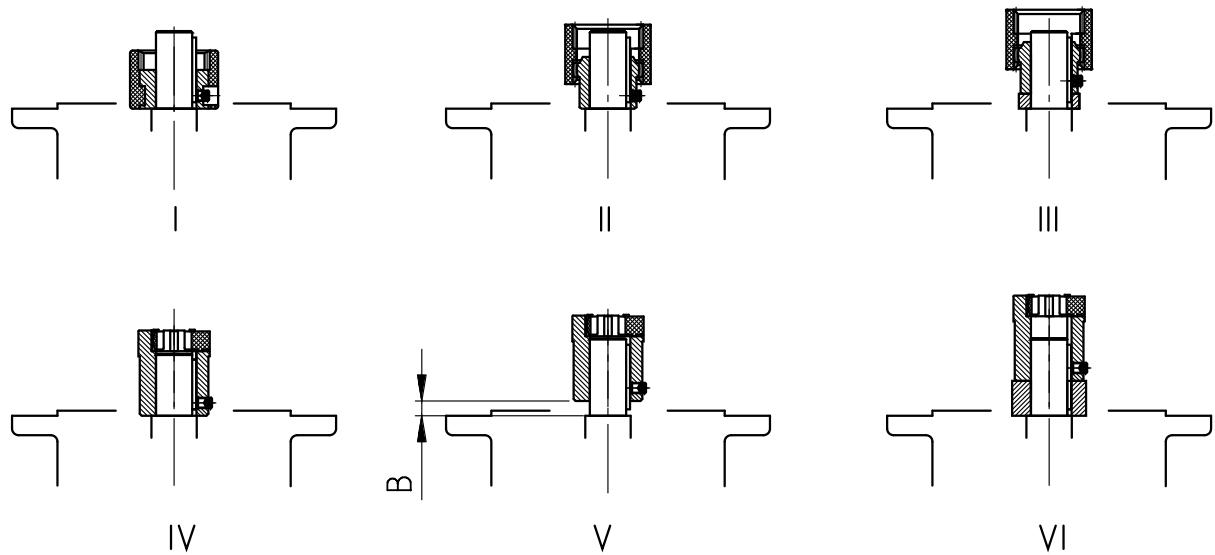

図 15: さまざまなカップリング構造におけるカップリングのモータシャフトへの取り付け
3. カップリングハーフをモータシャフト上に取り付け、モータの平行キーがカップリングハーフの溝の中にかみ合うようにします。モータメーカーの指示に従って、カップリングハーフを締め付けます。標準ヘリカルギヤユニットでは、カップリングハーフとカラーの間の寸法 B に注意してください（"図 15"を参照）。一部の **NEMA アダプタ** では、貼り付けられているラベルに記載の指示に従ってカップリングの位置を調整してください。
4. 同梱の平行キー（"図 15: さまざまなカップリング構造におけるカップリングのモータシャフトへの取り付け"を参照）を取り付けます。
8. モータをアダプタに取り付けます。その際、付属のクラウンギヤまたは添付のギヤスリープも取り付けます（図 15: さまざまなカップリング構造におけるカップリングのモータシャフトへの取り付けを参照）。アダプタ AN360TC および AN400TC では、最初にアダプタフランジをモータに固定してから、モータをアダプタにネジで止めます。